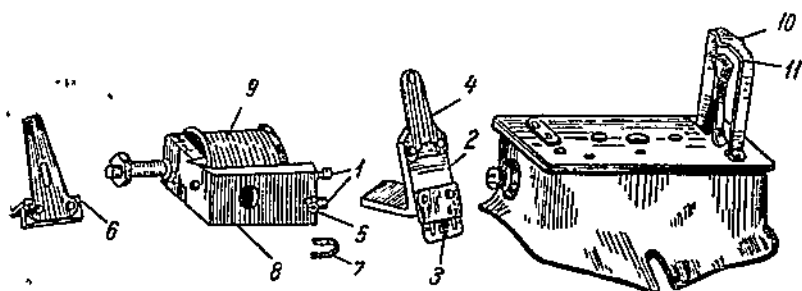

Рис. 48. Регулятор напряжения ВР-4550
верхним или нижним неподвижным контактом в зависимости от положения якорька. Основные части регулятора изображены на рис. 48, где 1 — винты, крепящие якорек 2 к ярму с помощью регуливающей пластинки 3; 4 — контактная пластина якорька с двухсторонним контактом; 5 — регулировочная гайка, изменяющая
1. Отвинчивают два винта 1 (см. рис. 48) и снимают якорек 2 пластинками 3 и 4.